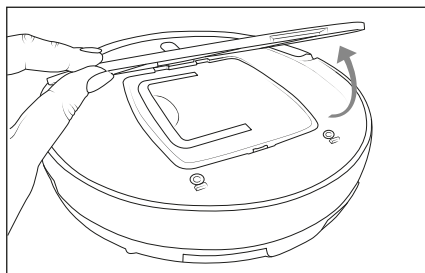

Fig. 5
- 1) Hiqni kapakun e koshit të pluhurit **13** dhe tërhiqeni atë nga pajisja **12** duke përdorur dorezën (shih Fig. 5 dhe 6).